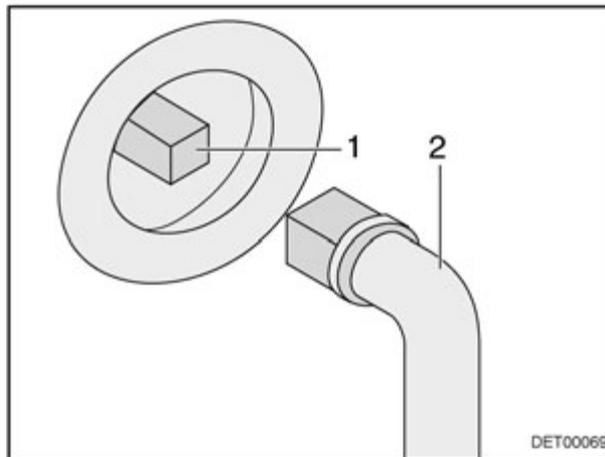

Fig. 173 Robinet d'évacuation des eaux usées
- Insérer la clé (Fig. 173,2) sur la vis à quatre pans (Fig. 173,1).